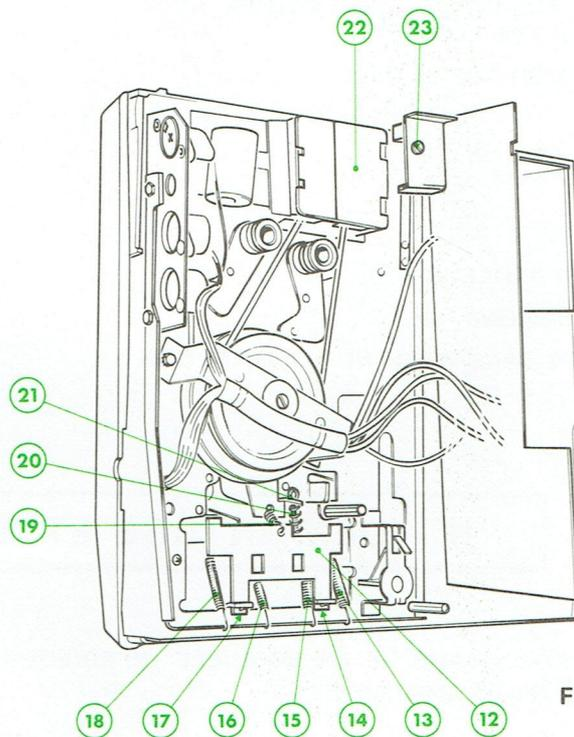

Fig. 3
- Rabattre le circuit imprimé et le fixer à la verticale, à l'aide d'une vis, sur l'entretoise (23) (voir Fig. 3).
### 6° - DEMONTAGE DES AUTRES TOUCHES (Fig. 3)
### 8° - DEMONTAGE DU MOTEUR (Fig. 3)